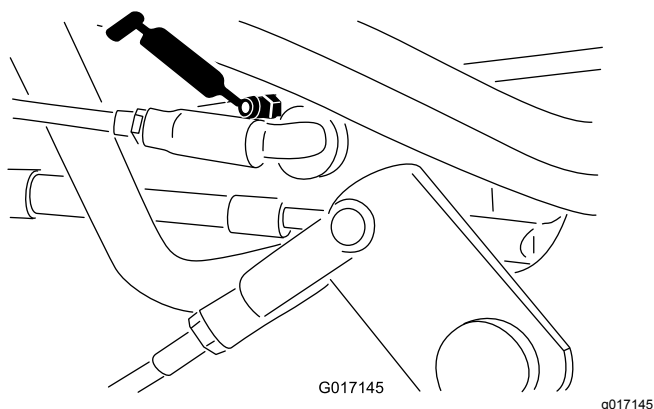

Figura 43
- Acoplamiento del selector de velocidad (Figura 42 y Figura 43)